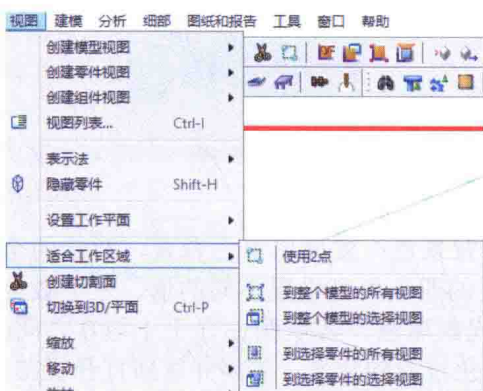
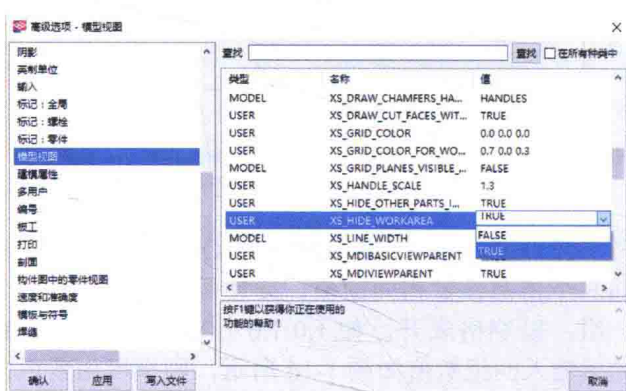

图 1-17 调整工作区域
图 1-18 XS_HIDE_WORKAREA 高级选项
(1) 调整工作区域 单击“视图”→“适合工作区域”，可以通过五种方式来调整工作区大小，使其包含所选零件或所有模型对象，如图 1-17 所示。
(2) 隐藏工作区域框 在创建用于演示的屏幕截图时，可以根据需要隐藏浅绿色的工作区域框。具体操作过程为：
- ① 单击“工具”→“选项”→“高级选项”→“模型视图”。
- ② 将“XS_HIDE_WORKAREA”高级选项设置为“TRUE”。单击“确认”或“应用”，如图 1-18 所示。